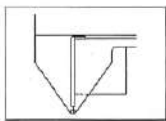

рис. 1
**(1) Метод калибровки положения линейки толщины зубьев "0":** протрите измерительные поверхности двух измерительных губок, переместите рамку линейки толщины зубьев так, чтобы две измерительные поверхности соприкасались, как показано на рис. 1. После того, как контакт станет устойчивым, линия гравировки "0" на корпусе vernierной линейки должна совпадать с линией гравировки "0" на корпусе линейки; линия гравировки хвоста нониусной линейки должна совпадать с соответствующей линией гравировки на корпусе линейки.